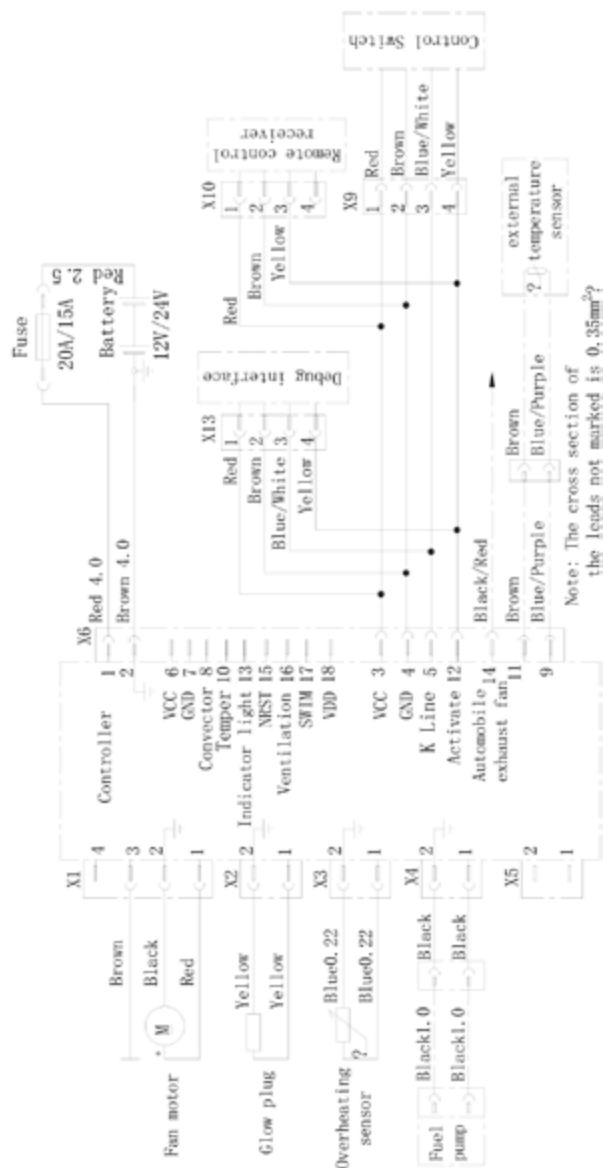

Fig. 41
- ☐ Kopplingsschemana för värmaren visas i fig. 41 (sida 120) och fig. 42 (sida 121).